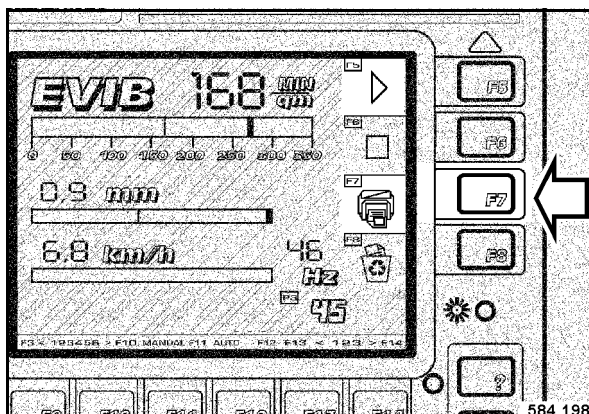

fig. 82
- Après la fin de la mesure, appuyer sur la touche F7 „IMPRIMER“ (fig. 82).